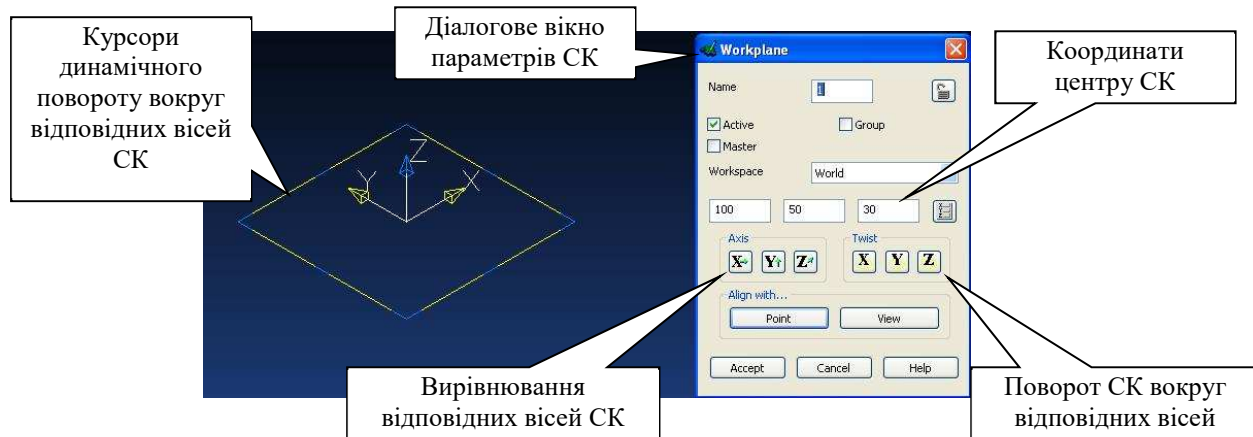

Рисунок 2.3 - Локальна система координат та діалогове вікно її параметрів
- ✚ Ввімкніть ізометричний вигляд  і подвійним кліком лівої кнопки миші по системі координат (СК) викличе діалогове вікно змін її параметрів (Рис. 2.3).